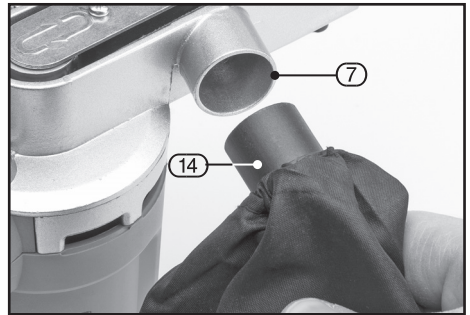

FIG.9
8.4 FITTING THE DUST EXTRACTION BAG – FIG.9